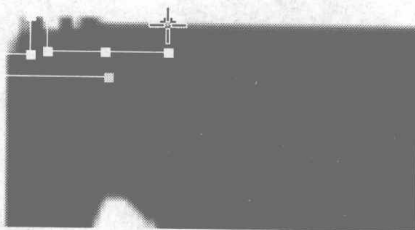

图 6.485
- 84** 进入 Create 控制面板中, 单击 二维编辑按钮, 再单击 Line 按钮, 在 Front 视图中绘制如图 6.485 所示的曲线, 制作镜头光罩。